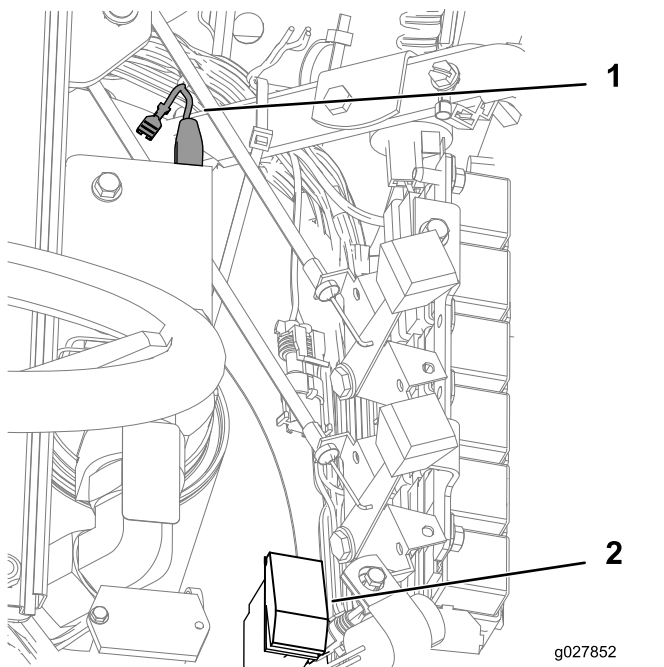

Bild 6
1. Verlegen Sie den Scheinwerfer-Kabelbaum des Kits von den Scheinwerfern am Überrollschutz zu den Scheinwerferanschlüssen (J13 und J14) am Maschinenkabelbaum hinter dem Sitz (**Bild 6**).